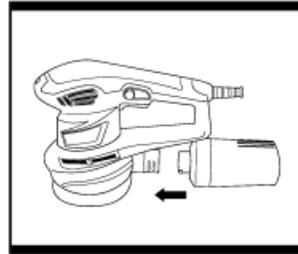

Fig. 5
4. DUST COLLECTION BOX (Fig. 5)